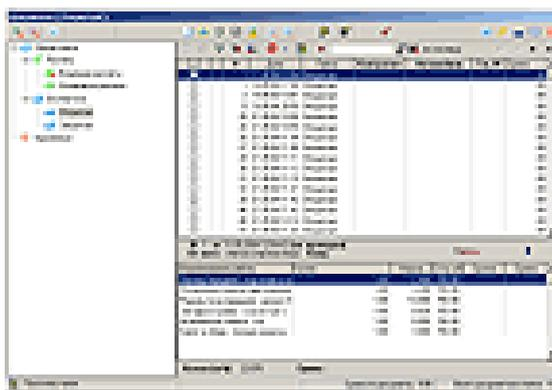

Рис. 5.28 База данных документов
- Ведение базы данных документов, см.рис. 5.28